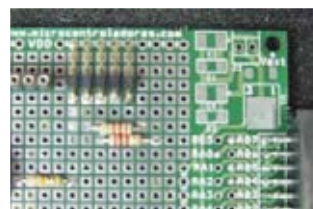

Fig.14 Situación de la tira de 5 pines macho acodados sobre la tarjeta PIC'PROJECT
PASO 3: Una vez cortado un trozo de **5 pines macho** acodados de la tira **54TIRA361CD** se sueldan sobre la tarjeta **PIC'PROJECT** como se muestra en la Fig.14.